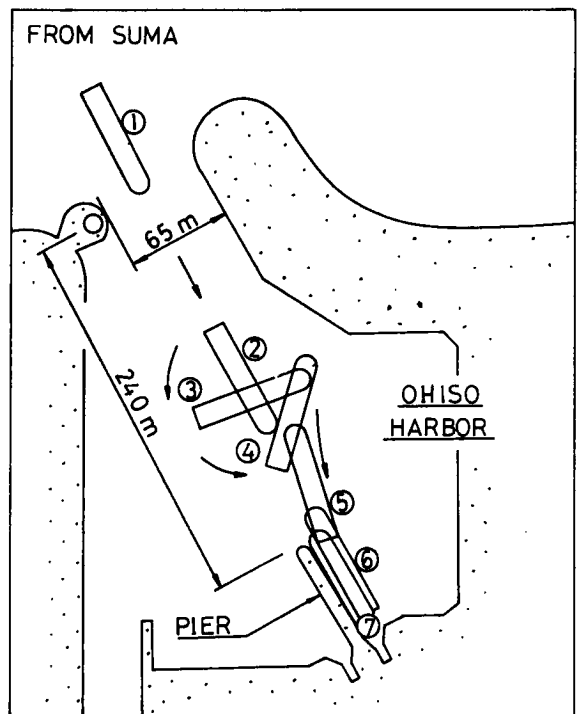

図5 大磯港における美和鶴丸の着棧要領
淡路島、大磯港での着棧状況を図5に示す。この港は須磨港よりずっと小さい。港口幅は約65m、狭い港内で船を図のように180° 回頭し、出船に着棧するのである。②～④の段階では舵角を左60° に切っている。プロペラを逆転しながらの棧橋へ接近する操船が実にうまい。そうして着棧寸前にバウスラスタを使用してピタリと接岸終了。関門通過から接岸まで5分程だったようだ。とても信じられない。